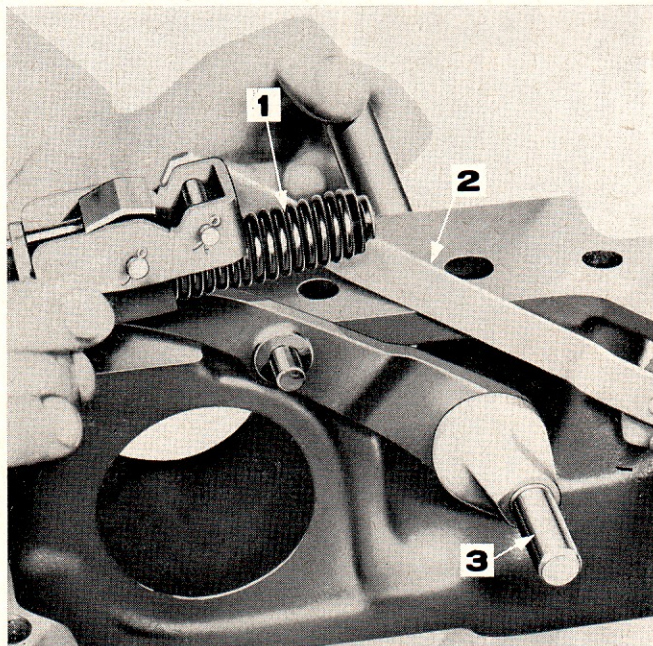

Figure 34: Montage de la timonerie de contrôle de position
4. Placer dans l'alésage du couvercle de relevage l'arbre de levier de commande muni de sa came et de la timonerie de contrôle de position (Figure 34).
5. Atteler l'extrémité arrière de la biellette de commande de sélecteur à la timonerie de contrôle de position, et fixer par un axe et une goupille fendue (Figure 34).